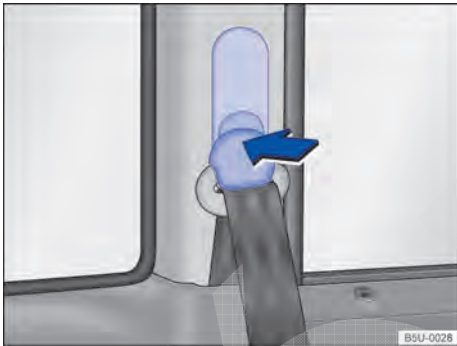

Fig. 54 Ao lado dos bancos dianteiros: regulagem de altura do cinto de segurança.
- Pressionar o dispositivo regulador no sentido da seta e mantê-lo pressionado ⇒ Fig. 54.